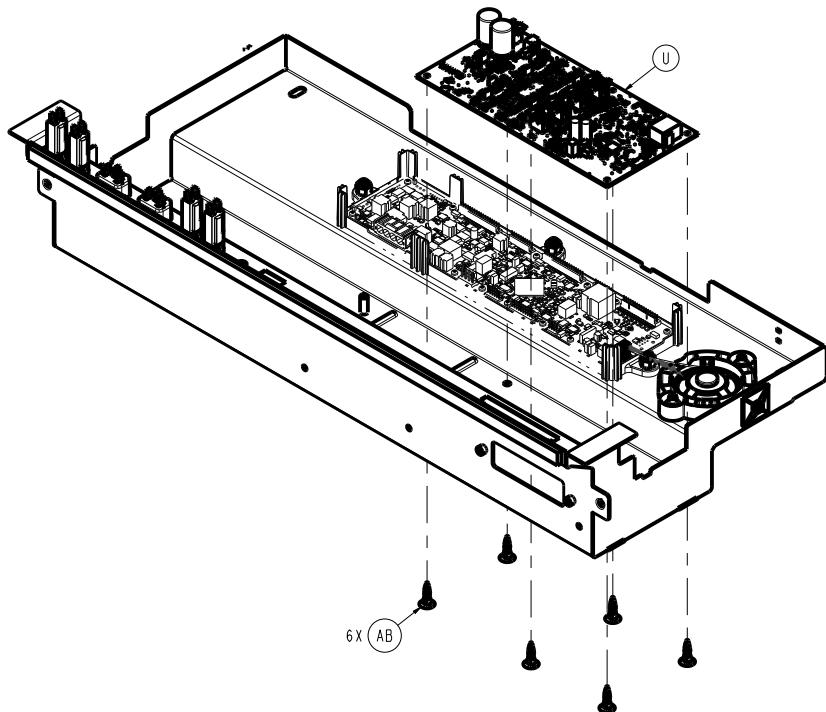

Figure 33 – Remplacement de la carte de commande de mouvement
8. Noter tous les emplacements des câbles, puis débrancher tous les câbles de la carte de commande de mouvement (U) (Figure 33).
9. À l'aide d'une pince à becs fins, déclipser les six cales de verrouillage (AB) qui fixent la carte de commande de mouvement (U) à l'ensemble de boîtier électronique (Figure 33).